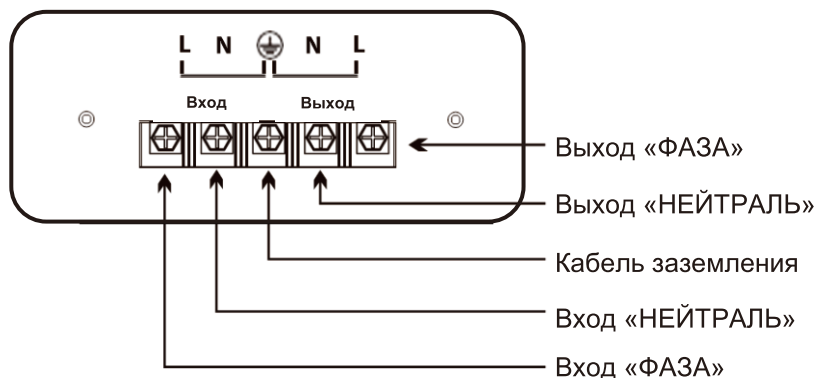

Рисунок 2. Клеммная колодка для подключения нагрузки и питания стабилизатора (выход и вход перемен.тока).
3. Подключите устройства (нагрузку) к выходным разъемам стабилизатора, см. Рисунок 2.
4. Подключите питание (сеть перемен.тока) к входным разъемам стабилизатора, см. Рисунок 2.